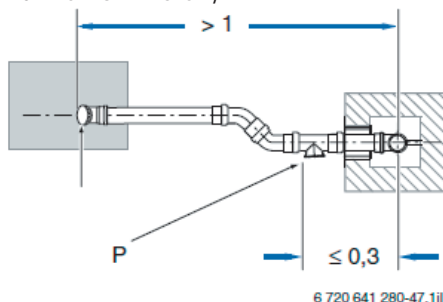

Рис. 126 Приклад розташування ревізійних отворів (P) в приміщенні котельні для горизонтального димовідводу з поворотом (розміри в метрах)
- збоку на горизонтальному відрізку димоходу на відстані не більше 30 см від повороту в вертикальний відрізок димоходу (→ Рис. 126, [4]).